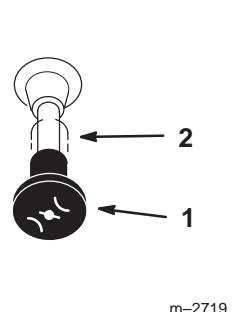

Figure 11
- Placez la manette de starter en position En service pour démarrer à froid (Fig. 11).
- Lorsque le moteur a démarré, amenez progressivement la manette de starter en position Hors service (Fig. 11). Si le moteur cale ou hésite, ramenez la manette de starter à la position En service pendant quelques secondes. Réglez ensuite la manette d'accélérateur à la position voulue. Répétez l'opération si nécessaire.